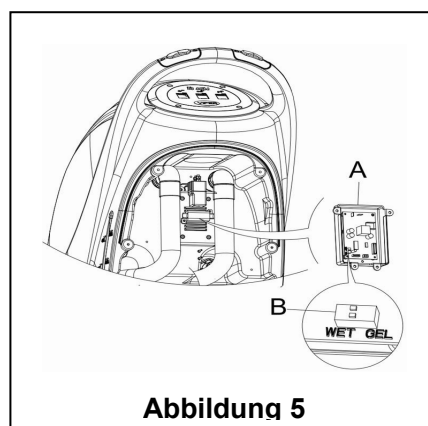

Abbildung 5
2. Entfernen Sie den Ablaufschlauch (15)
4. Nehmen Sie den Gerätedeckel ab (5) und lösen Sie die Schrauben der Batterieabdeckung (10). Entfernen Sie die Schrauben der PCB-Platine. Der DIP-Schalter (B) für die Einstellung des Batterie-Modells ist zu sehen, wenn ?Umklappen der Platine werden. (Siehe Abbildung 5)
5. Stellen Sie den Mikro-DIP-Schalter (B) auf die Position "NASS".